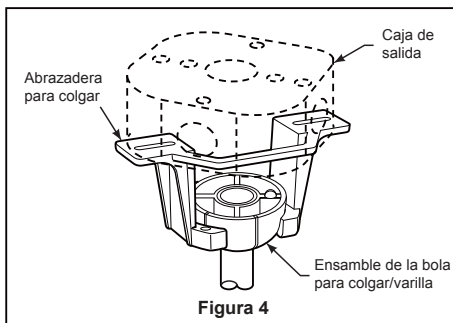

Figura 4
4. Retire la arandela del acoplador del motor y la cubierta de la carcasa superior del ensamble del motor. (Figura 4)
4. Coloque el soporte de la varilla y alinee los orificios de la clavija de horquilla en ambas piezas. Instale la clavija de horquilla y asegúrela con la pinza de horquilla. Fije los dos tornillos de presión y las tuercas de seguridad en el soporte de la varilla interior. (Figura 4)
2. Levante cuidadosamente el ventilador y coloque el ensamble de la bola para colgar/varilla en la abrazadera para colgar que acaba de fijar a la caja de salida. Asegúrese de que la ranura de la bola esté alineada con la lengüeta de la abrazadera para colgar. (Figura 4)
3. Conecte los conductores verdes de la abrazadera para colgar, bola para colgar y conductor verde del suministro (puesta a tierra) con el conector de cables. Conecte el conductor negro de la unidad receptora marcado "AC IN L" al conductor negro de alimentación con el conector de cables. Conecte el conductor blanco de la unidad receptora marcado "AC IN N" al conductor blanco de alimentación con el conector de cables. Conecte el conductor blanco de la unidad receptora marcado "TO MOTOR N" al conductor blanco del ventilador con el conector de cables incluido con la unidad receptora. Conecte el conductor negro de la unidad receptora marcado "TO MOTOR L" al conductor negro del ventilador con el conector de cables que se adjunta con la unidad receptora. Finalmente, conecte el conductor azul de la unidad receptora al conductor azul de la iluminación del ventilador con el conector de cables que se adjunta con la unidad receptora. (Figura 4)
4. Instale el conector de 2 clavijas desde unidad de luz LED conexión a la unidad del motor. (Figura 4)
4. Para configurar el código del mando a distancia a las mismas posiciones que en el receptor. Mueva los interruptores de código hasta colocar el código de selección en la posición arriba o abajo. Con un destornillador pequeño o con una lapicera (no se incluye) deslice firmemente hacia arriba o hacia abajo. (Figura 4)